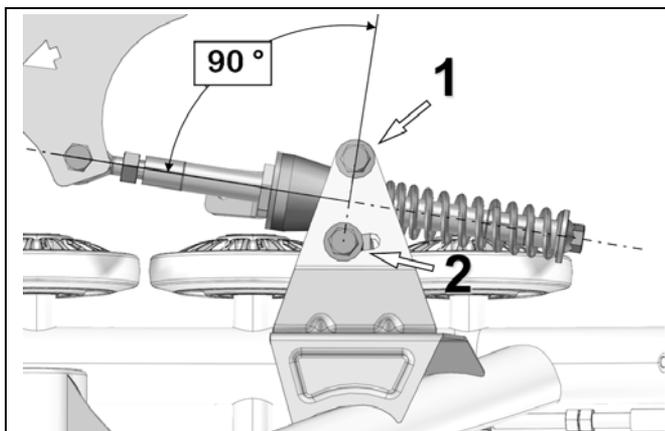

Figure 17
- Positionner le support pivotant de l'ancrage anti-rotation à 90° (perpendiculaire) au bras stabilisateur. Serrer ensuite les deux boulons de fixation de l'ancrage anti-rotation (1) et (2) à un couple de 50 N•m. Voir la Figure 17.